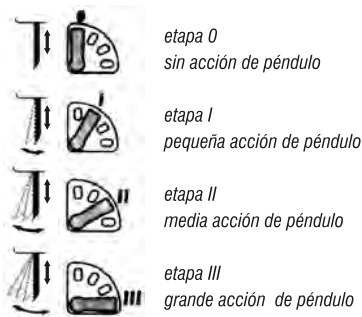

fig. 2 – ajuste del avance del péndulo
La inclinación del péndulo facilita el corte, a cada nivel de ajuste la hoja de sierra es impulsada para atrás lo que mejora la salida del aserrín, reduce el calentamiento y aumenta la vida útil de la hoja de sierra. Además de eso, la reducción de la fuerza de avance permite al usuario un trabajo más confortable. El botón de ajuste del péndulo (7) permite definir cuatro etapas de curso, fig. 2: